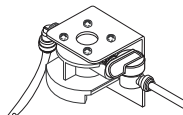

Figure 6
8. Alignez les onglets de la cartouche du filtre avec l'assemblage de tête et insérez la cartouche de filtre dans l'assemblage de tête. Tournez la cartouche de filtre en sens anti-horaire jusqu'à ce qu'elle s'arrête (environ 1/4 de tour). Le filtre est maintenant installé. (Voir la Figure 6.)